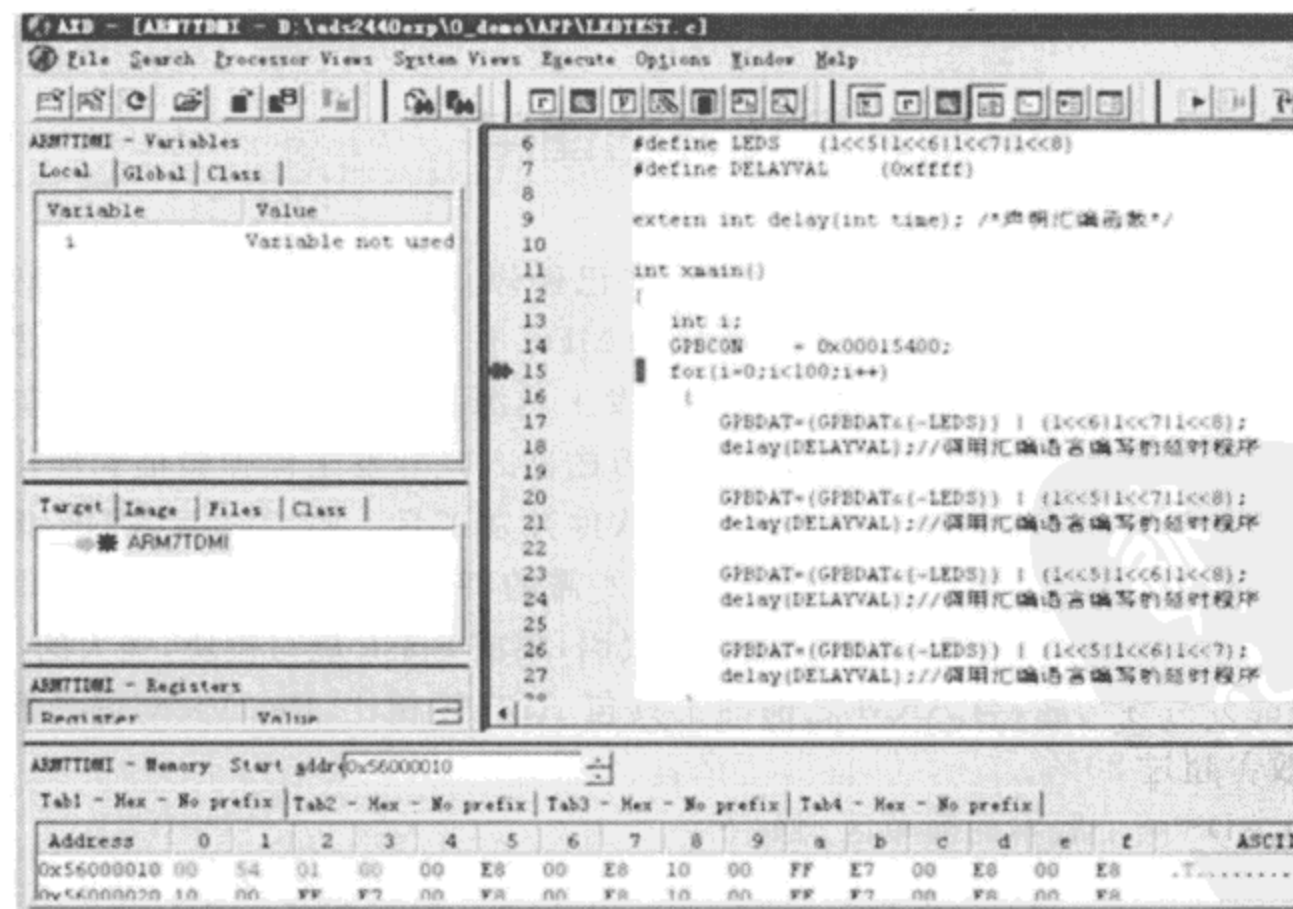

图 1-32 设置断点
(10) 单击 Execute→Toggle Breakpoint,设置断点,如图 1-32 所示。